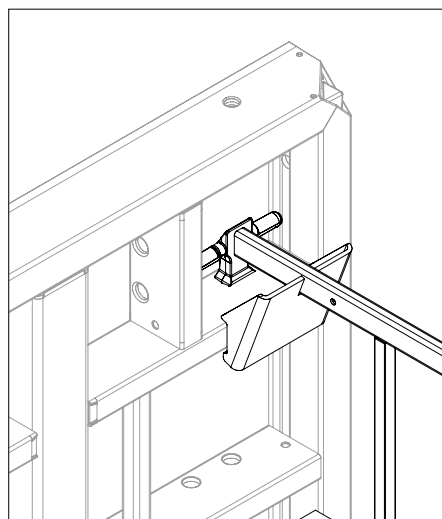

Fig. A7.03
- Raidisseur horizontal du panneau (Fig. A7.03)